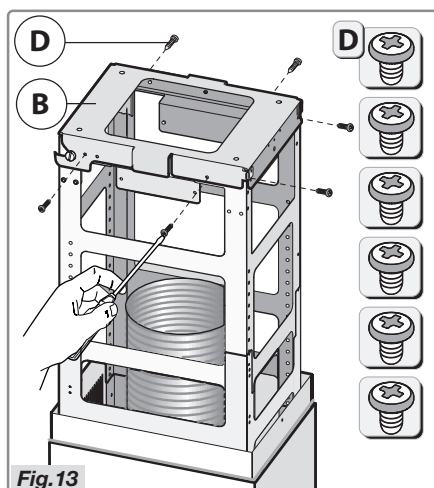

Fig. 13
- **Let op!** Bevestig de kap rechtstreeks op de beugel **B** met de 6 schroeven **D** (Fig. 13).